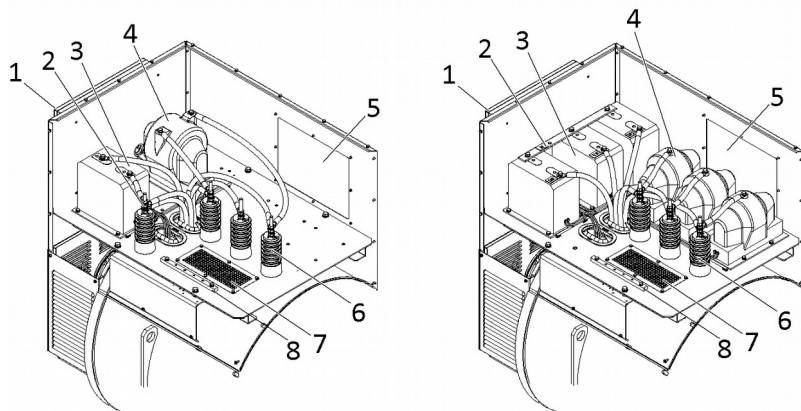
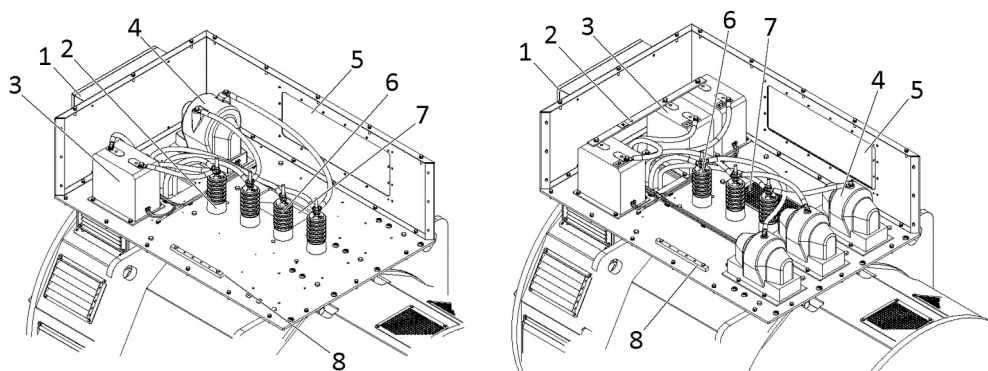

Рисунок 15- Клеммная коробка ECO 46
Рисунок 16- Клеммная коробка ECO 49
Выполнить подключение генератора переменного тока к потребителю, обращая внимание на Рисунок 15- и Рисунок 16- .
- 4- Датчик напряжения (TV)
- 6- Клеммы подключения фаз (U-V-W слева направо на Рисунок 15- и Рисунок 16- )